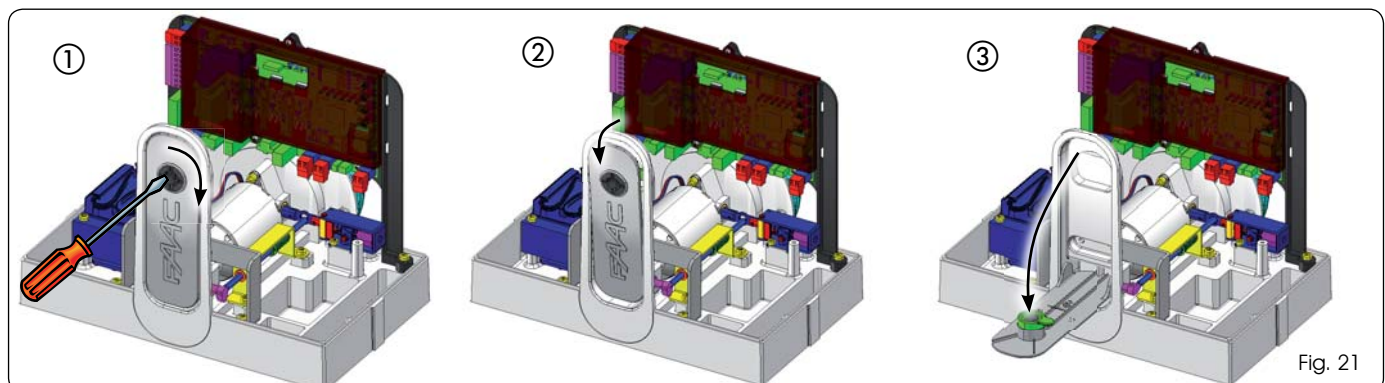

Fig. 21
1. Tourner le déverrouillage dans le sens horaire d'après la Fig. 21 réf. ①. Le levier de déverrouillage sera légèrement écarté du corps de l'opérateur (Fig. 21 réf. ②)
2. Baisser totalement le levier de déverrouillage jusqu'à l'arrêt mécanique, Fig. 21 réf. ③.